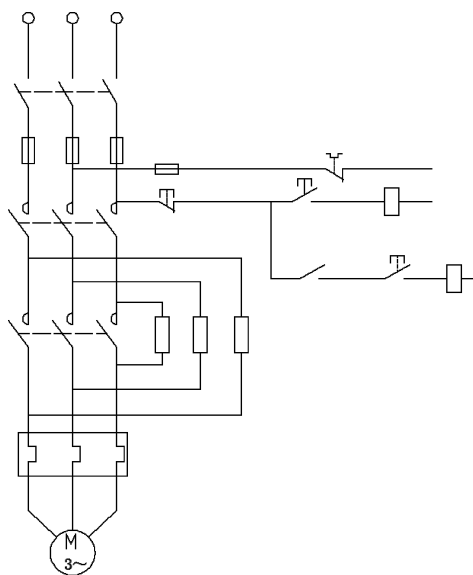

图 6-113 插入 SB2、KM 图块
(21) 单击“默认”选项卡“块”面板中的“插入”按钮，在刚插入的 KM1 图块右端依次插入图块 SB2、KM，效果如图 6-113 所示。